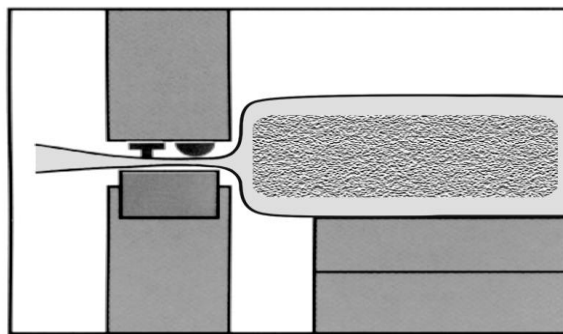

Fig.2
- Placer le sac contenant le produit dans la zone d'évacuation. Le produit dans le sac doit être aussi proche que possible de la barre de scellage (voir Fig. 2) afin d'améliorer l'apparence et de permettre une meilleure étreinte du produit.